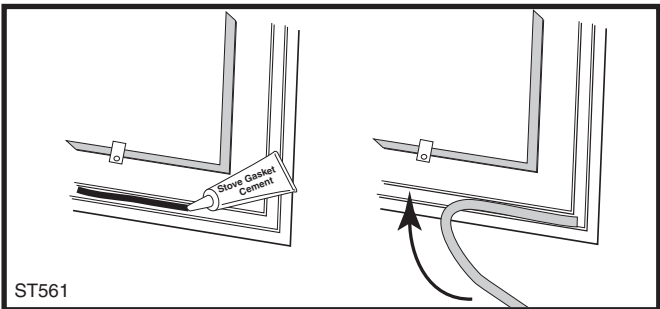

Fig. 38 Étendez un cordon de colle à joints, puis pressez le joint pour le mettre en place.
- En commençant à une extrémité, enfoncez un joint neuf dans la rainure. Au point de rencontre des deux extrémités du joint, assurez-vous que le joint est bien relié avant de couper l'excès. Ne faites pas chevaucher ni ne découpez les bords de façon irrégulière. (Fig. 38)